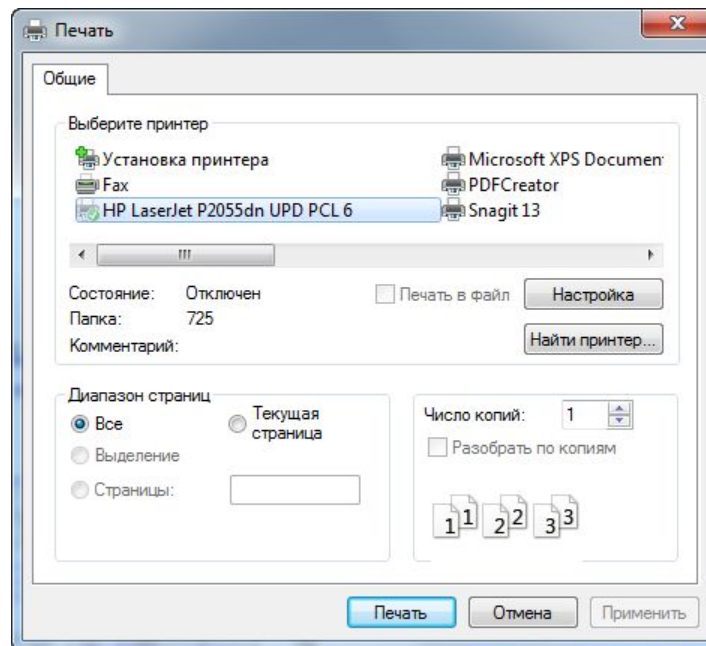

Рис. 22 Редактор печати
2. Установить индивидуальные настройки принтера и печати согласно необходимым требованиям, см. Рис. 22.